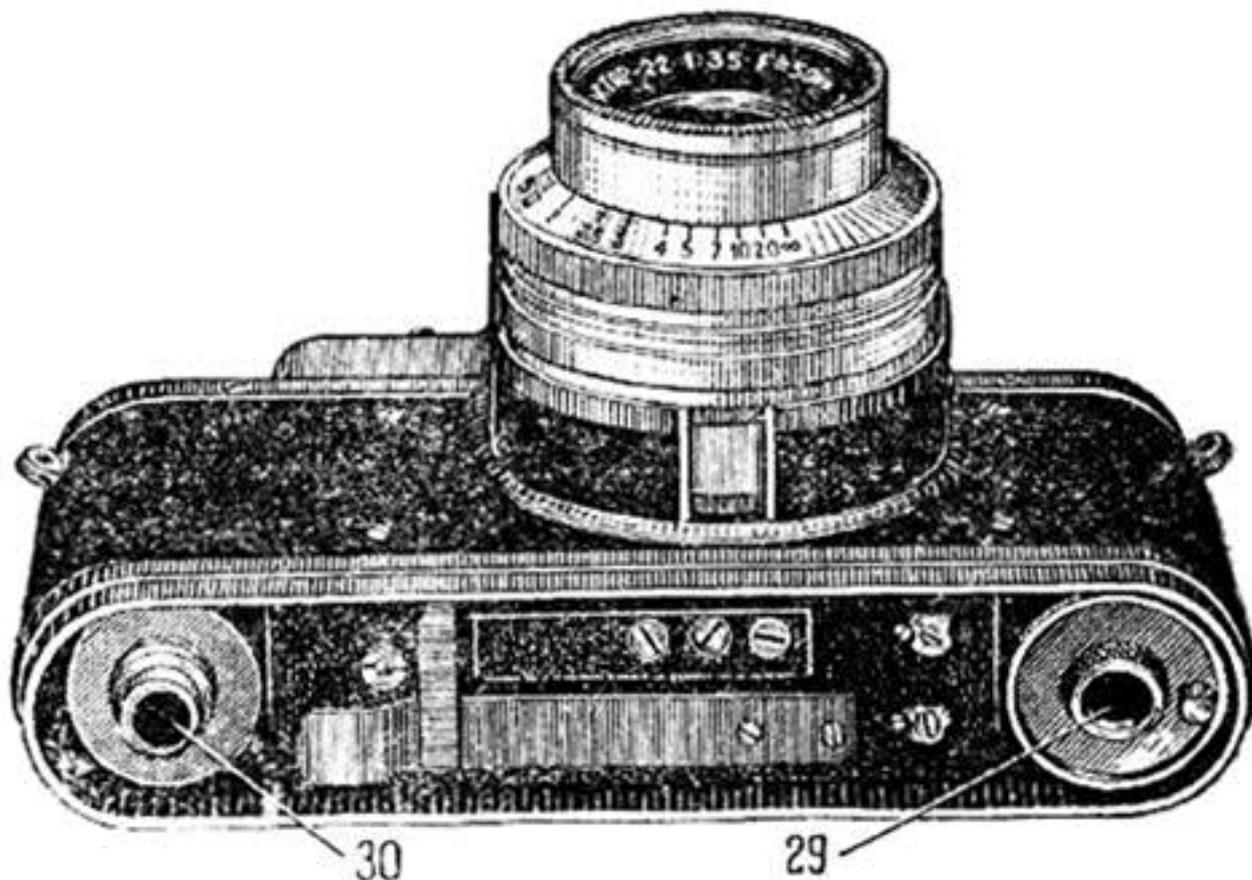

Рис. 5
Для того, чтобы открыть нижнюю крышку фотоаппарата, нужно, повернув камеру вверх дном, поднять дужку 28 замка и повернуть ее против часовой стрелки на пол-оборота до упора так, чтобы стрелка на замке указывала бы на слово «ОТКР». После этого крышку поднять за скобку. Внутреннее расположение кассеты и приемной катушки в аппарате видно из рисунка (рис. 5).
1. Выньте из аппарата приемную катушку 30 (рис. 5).